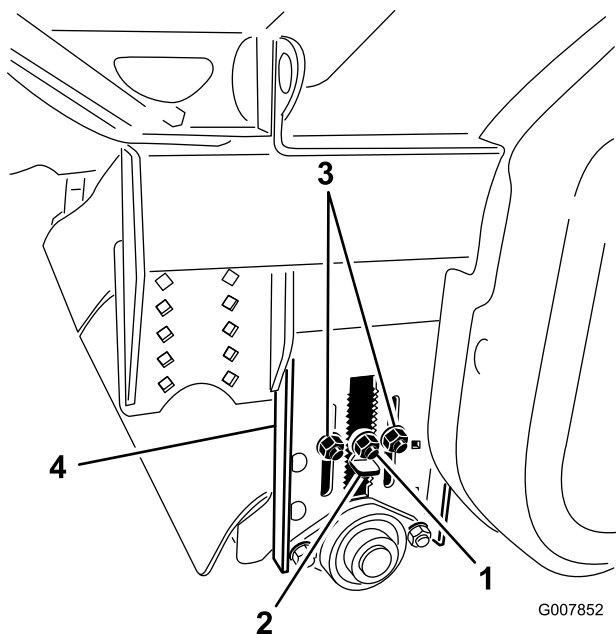

图29
2. 松开高度调节键上的锁紧螺母 图29将螺母拉出约 13mm。
3. 松开滚筒高度调节锁紧螺母 图29。
4. 拉出高度调节键通过将滚筒高度调节面板滑动至所需高度上下移动后滚筒 图29。